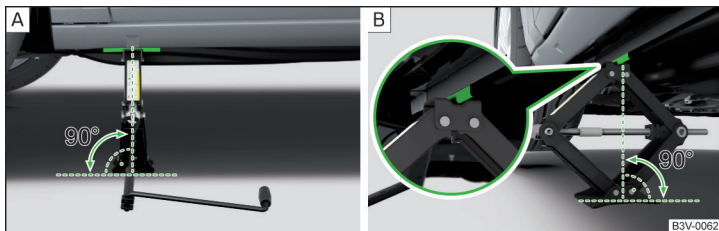

Fig. 246 Prezentarea în principiu: aplicarea cricului
- Rezemați placa de bază a cricului, pe întreaga sa suprafață, pe un teren plan și asigurați-vă de faptul că, cricul se găsește în poziție verticală în raport cu punctul de fixare » fig. 246 - [A].
- Ridicați cricul sub punctul de fixare, prin rotire cu ajutorul manivelei, până când gheara cricului cuprinde nervura » fig. 246 - [B].